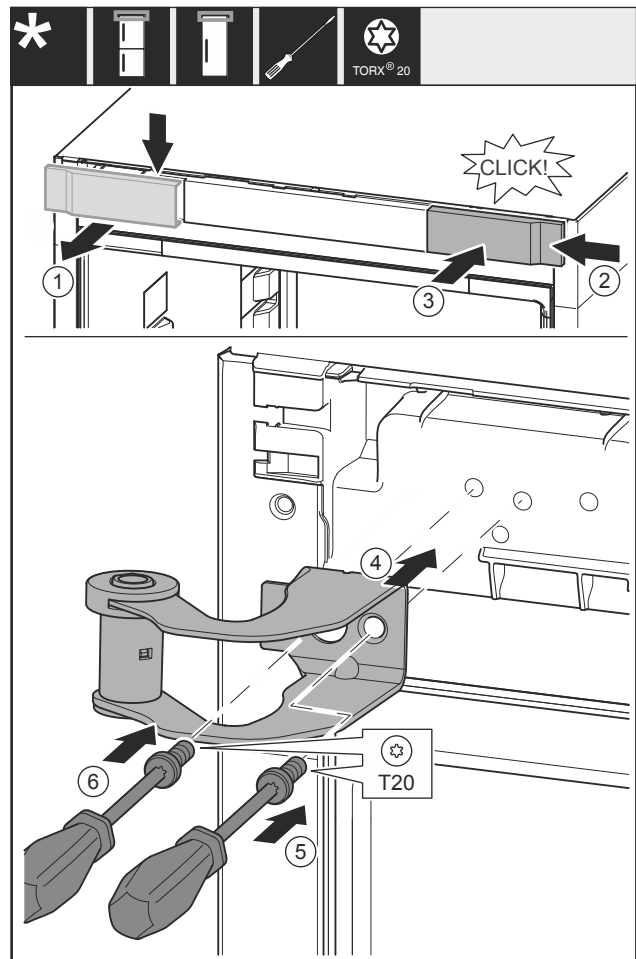

Fig. 12
- ▶ Afdekking Fig. 12 (1) van boven af naar voren lostrekken.
- ▶ Afdekking Fig. 12 (2) 180° gedraaid aan de andere zijde van rechts inhangen.
- ▶ Afdekking Fig. 12 (3) vastklikken.
- ▶ Bovenste lagerbok Fig. 12 (4) bevestigen.
- ▶ Schroef Fig. 12 (5) vastdraaien.
- ▶ Schroef Fig. 12 (6) vastdraaien.